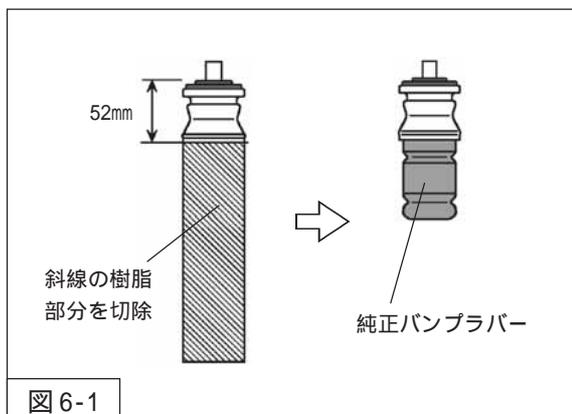

図6-1
- ・ダストブーツ部分が純正アッパーマウントと一体になっている場合は、図6-1を参考に樹脂部分を切除してください。
2. 純正アッパーマウントは、固定されている純正バンブラバーを取外し、リアダンパーASSYに組付けてください。（図6-1）